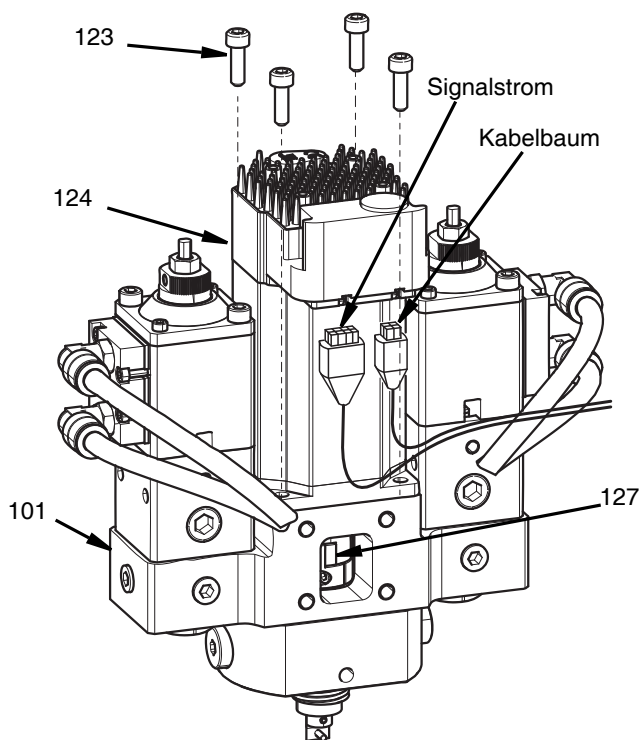

ABB. 34
5. Die vier M5-Schrauben (123) mit einem 4-mm-Inbusschlüssel herausschrauben.
6. Motor (124) abnehmen. Siehe ABB. 34.